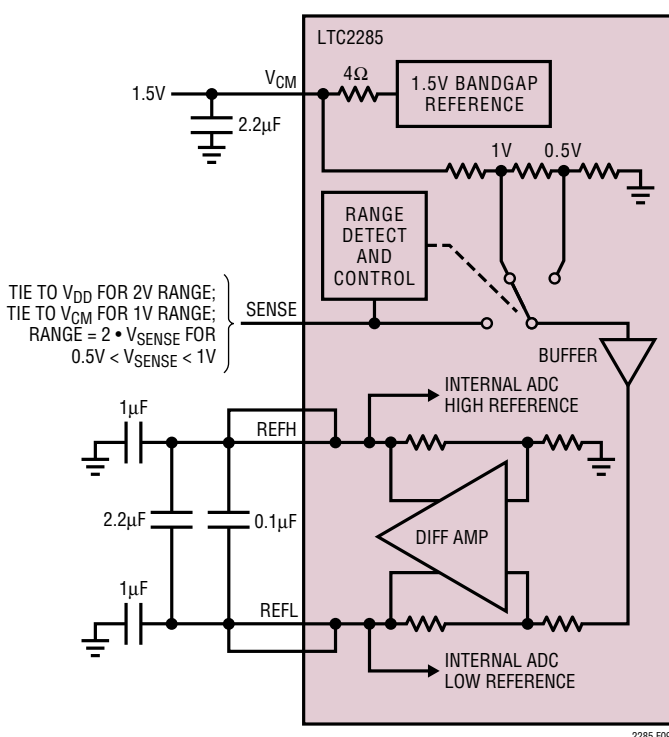

図9. 等価リファレンス回路
1.5Vのバンドギャップ・リファレンス、差動アンプ、スイッチングと制御の回路で構成されるLTC2285のリファレンス回路を図9に示します。内部電圧リファレンスは、ピンで選択可能な2V(差動±1V)または1V(差動±0.5V)の2つの入力レンジに設定することができます。SENSEピンをV_{DD}に接続すると2Vレンジが選択され、SENSEピンをV_{CM}に接続すると1Vレンジが選択されます。
続されているので、これらの出力は外部でバイパスする必要があります。各出力には2つのピンが備わっています。複数の出力ピンは、パッケージのインダクタンスを減らすために必要です。図9に示すように、バイパス・コンデンサを接続する必要があります。各ADCチャンネルは、それぞれにバイパス・コンデンサが接続された独立したリファレンスを備えています。2つのチャンネルは同じ入力レンジまたは異なる入力レンジで使用することができます。